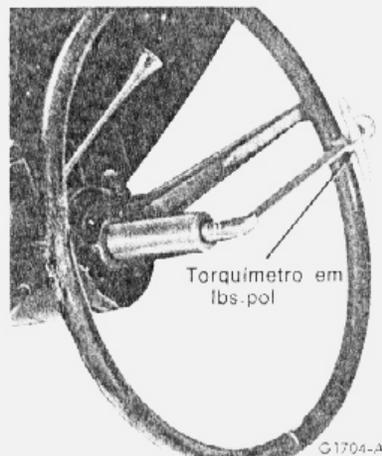

fig. 3 — verificação da pré-carga do mecanismo da direção
3. Medir a pré-carga do rolamento do sem-fim com um torquímetro, com escala em libras-polegadas, colocado na porca do volante da direção (fig. 3). Com o volante da direção fora da posição central, ler o torque necessário para girar a árvore do sem-fim de 1 1/2 voltas, para qualquer dos lados. Se o torque ou pré-carga não estiver dentro da especificação fazer o ajuste descrito no item seguinte.